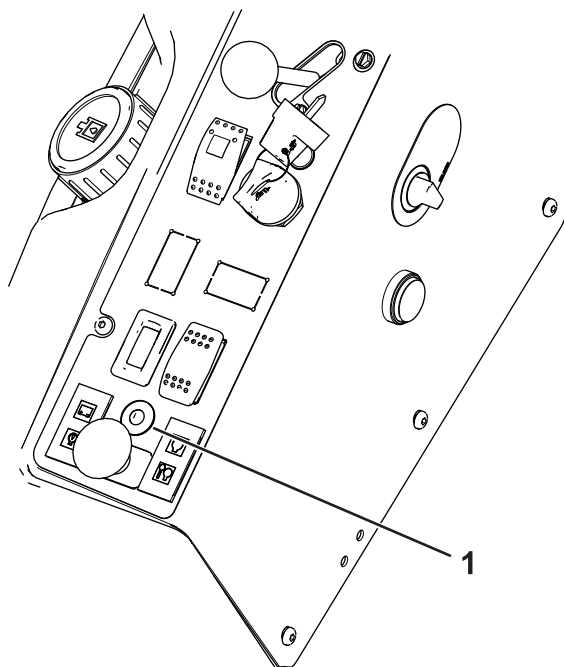

Figura 11
- i. La luz LED (Figura 11) parpadea mientras se calibra el sensor.
La luz y la alarma indican la naturaleza de la pendiente (Figura 11):